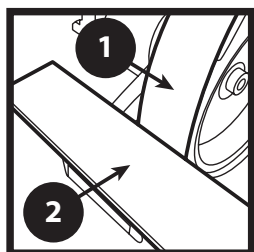

FIGURE 1
1. S'assurer que l'intervalle (point de pincement) entre la face de la bande abrasive et l'appui de travail est ajusté de sorte que la pièce travaillée ne puisse pas passer dans l'intervalle. (Figure 1)